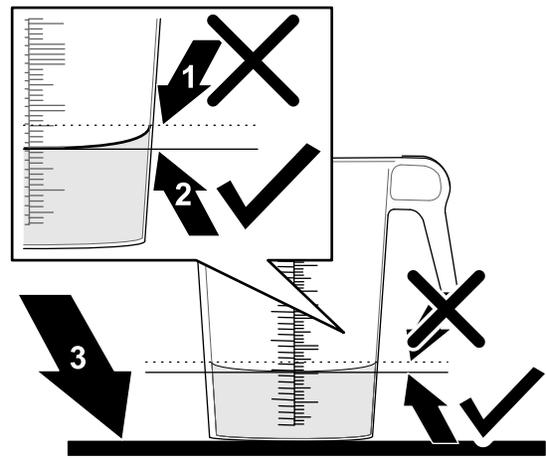

Figura 42
- Coloque o recipiente graduado numa superfície nivelada e anote o volume do fluido (Figura 42).